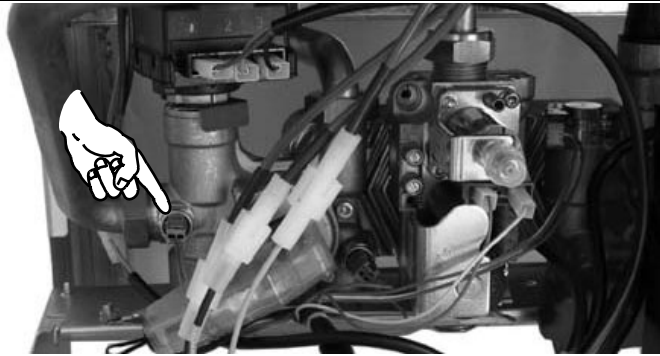

Fig. 7.1
- 1 Cut the electrical power off the NTC heating temperature probe (examples Fig. 7.1
- 1 Электрически отсоединить пробник температуры отопления NTC (например Fig. 7.1
4 Reconnect the electrical power of the NTC heating probe (examples Fig. 7.1).
4 Электрически подсоединить пробник температуры отопления NTC (например Fig. 7.1).